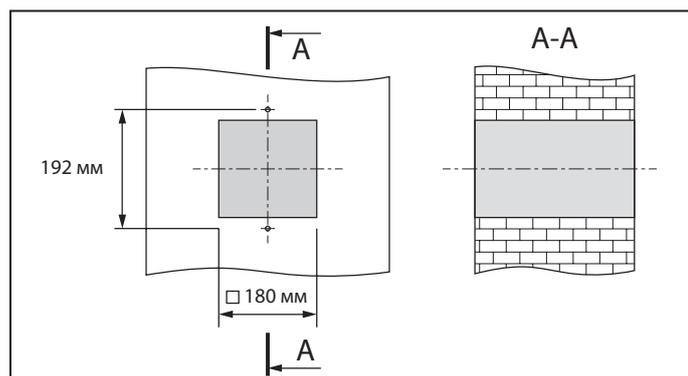

Рис. 9. Размер отверстия под телескопический канал
1. Подготовьте в наружной стене помещения сквозное отверстие квадратной формы. Размер отверстия указан на рис. 9. Также подготовьте два отверстия под дюбели 5x25 и установите дюбели в стене. При монтаже нескольких последовательно соединенных установок на этапе подготовки отверстий рекомендуется предусмотреть полость для прокладки кабеля в стене для последовательного